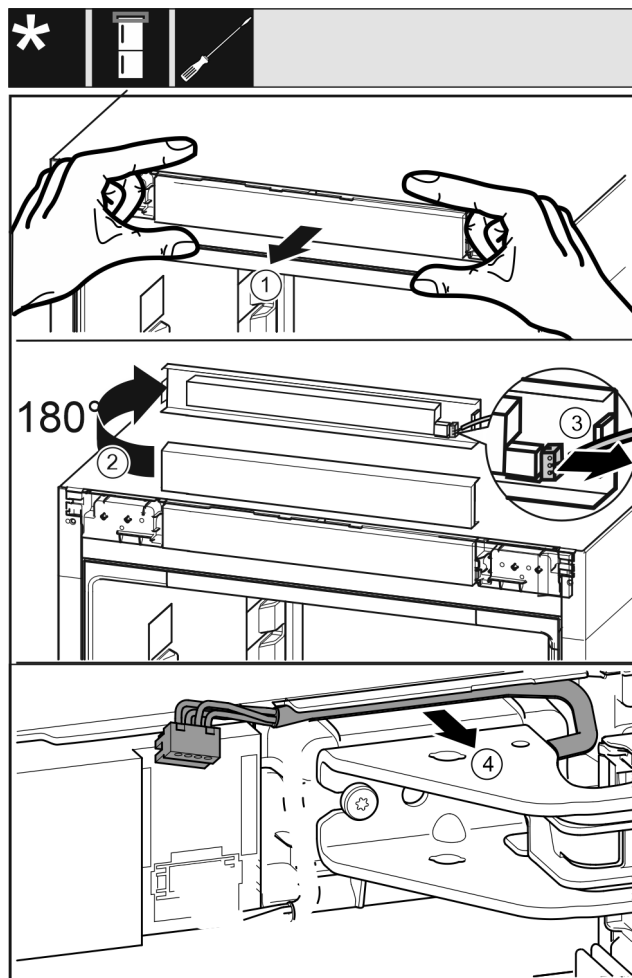

Fig. 6
- ▶ Panel přístroje opatrně povolte směrem dopředu. Fig. 6 (1)
- ▶ Panel otočte o 180° nahoru. Fig. 6 (2)
- ▶ Západku zatlačte dozadu a opatrně vytáhněte zástrčku. Fig. 6 (3)
- ▶ Kabel nad stojanem ložiska opatrně uvolněte z vedení. *Fig. 6 (4)*